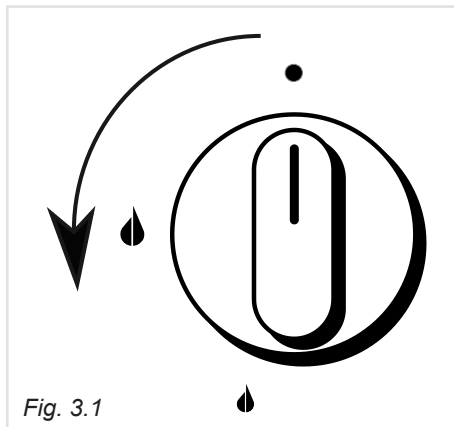

Fig. 3.1
L'afflusso del gas ai bruciatori è regolato da un rubinetto valvolato comandato dalla manopola di fig. 3.1.
1. Premere a fondo la manopola del rubinetto gas relativo al bruciatore da accendere e, tenendola sempre premuta, ruotarla in senso antiorario di 90° (fig. 3.1).